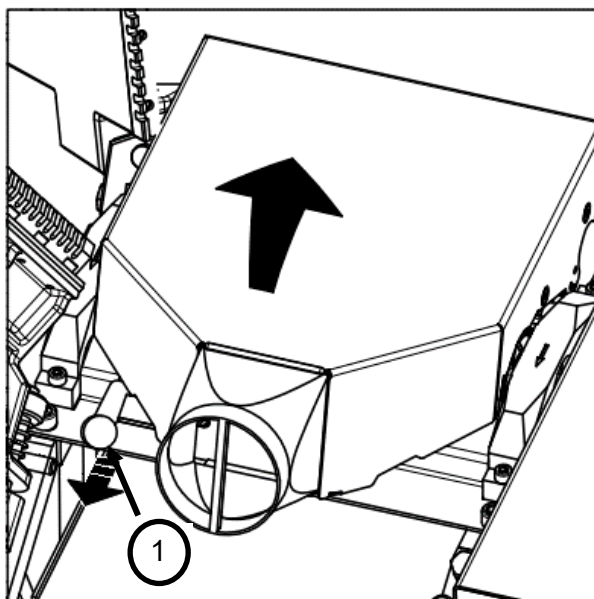

Fig 13
- 2 Pour fermer les tables : basculez le capot d'aspiration/de protection en arrière sur l'arbre du rabot. Tirez sur la pince (fig. 13) et inclinez le capot. (Fig12.4) sur la broche de rabotage.